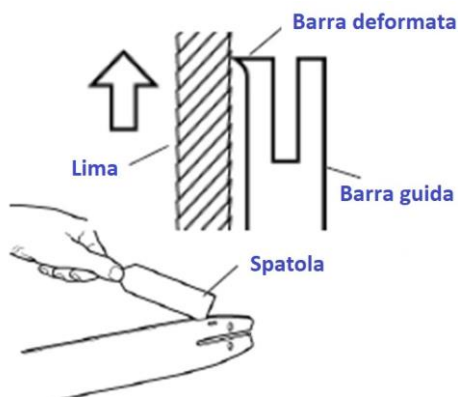

Fig. 5a
- Rimuovere la barra di guida (11) dalla motosega, pulire eventuali detriti o polvere dalla superficie e dalla scanalatura.
- Rimuovere eventuali bave dai lati della barra di guida con una lima piatta e pulire la scanalatura con una spatola, vedere Fig. 5a.